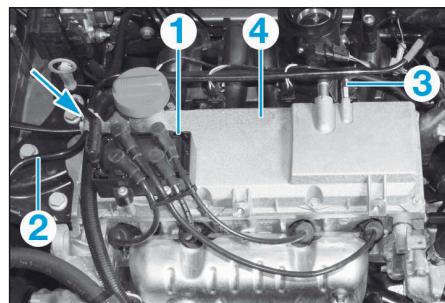

FIG.1
- Déposer le bloc de bobines d'allumage (1) (Fig.1).
- Dégrafer (flèche) le tuyau de réaspiration de vapeurs d'essence (2).
- Débrancher la durit de réaspiration des vapeurs d'huile (3).
- Déposer le couvre-culasse (4) et son joint d'étanchéité.